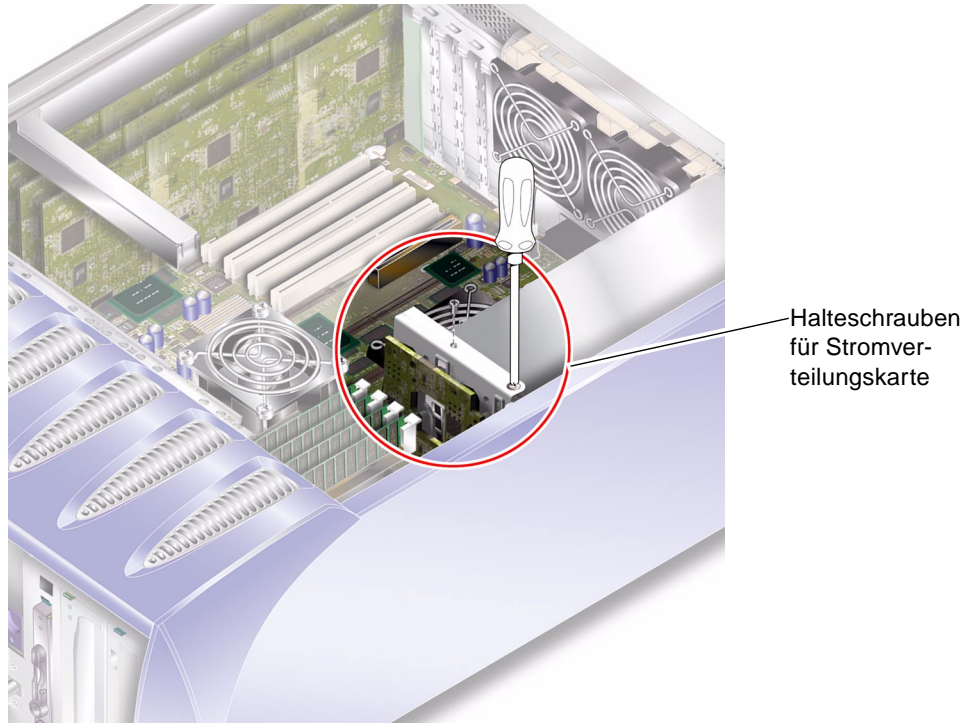

ABBILDUNG 1-12 Halteschrauben für die Stromverteilungskarte
- 7. Lösen Sie die zwei Schrauben, mit denen die Stromverteilungskarte am Gehäuse befestigt ist. Siehe ABBILDUNG 1-12.**